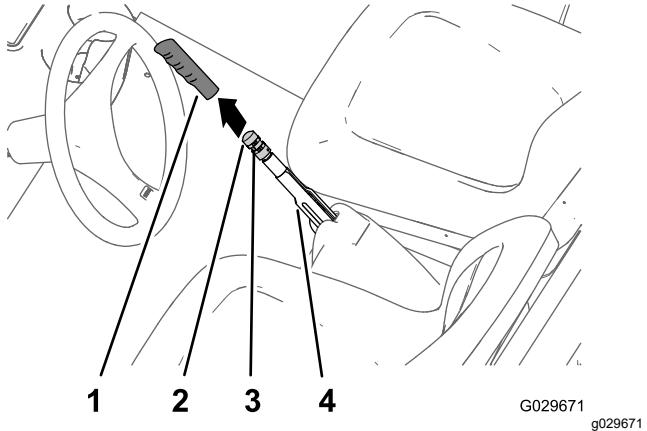

図 56
1. 駐車ブレーキレバーのグリップを外す 図 56。
2. 駐車ブレーキレバーに調整ノブを固定している固定ねじをゆるめる 図 56。
3. ブレーキを掛けるのに必要な力が 133-156 N 13.6-15.9 kg = 30-35 lbfとなるようにノブを回して調整する 図 56。
4. 固定ねじを締め、ゴム製グリップを取り付ける 図 56。
2. 駐車ブレーキレバーに調整ノブを固定している固定ねじをゆるめる 図 56、駐車ブレーキを解除して、ブレーキ調整ノブをゆるめる。
5. ブレーキをかけるのに必要な力が 133-156 N·m 4.2-4.8 kg.m = 30-35 ft-lbとなるようにノブ 図 56を回して調整する。
- C. ブレーキをかけるのに必要な力が 133-156 N·m 4.2-4.8 kg.m = 30-35 ft-lbとなるようにノブ 図 56を回して調整する。
- 固定ねじを締め、グリップを取り付ける図 56。